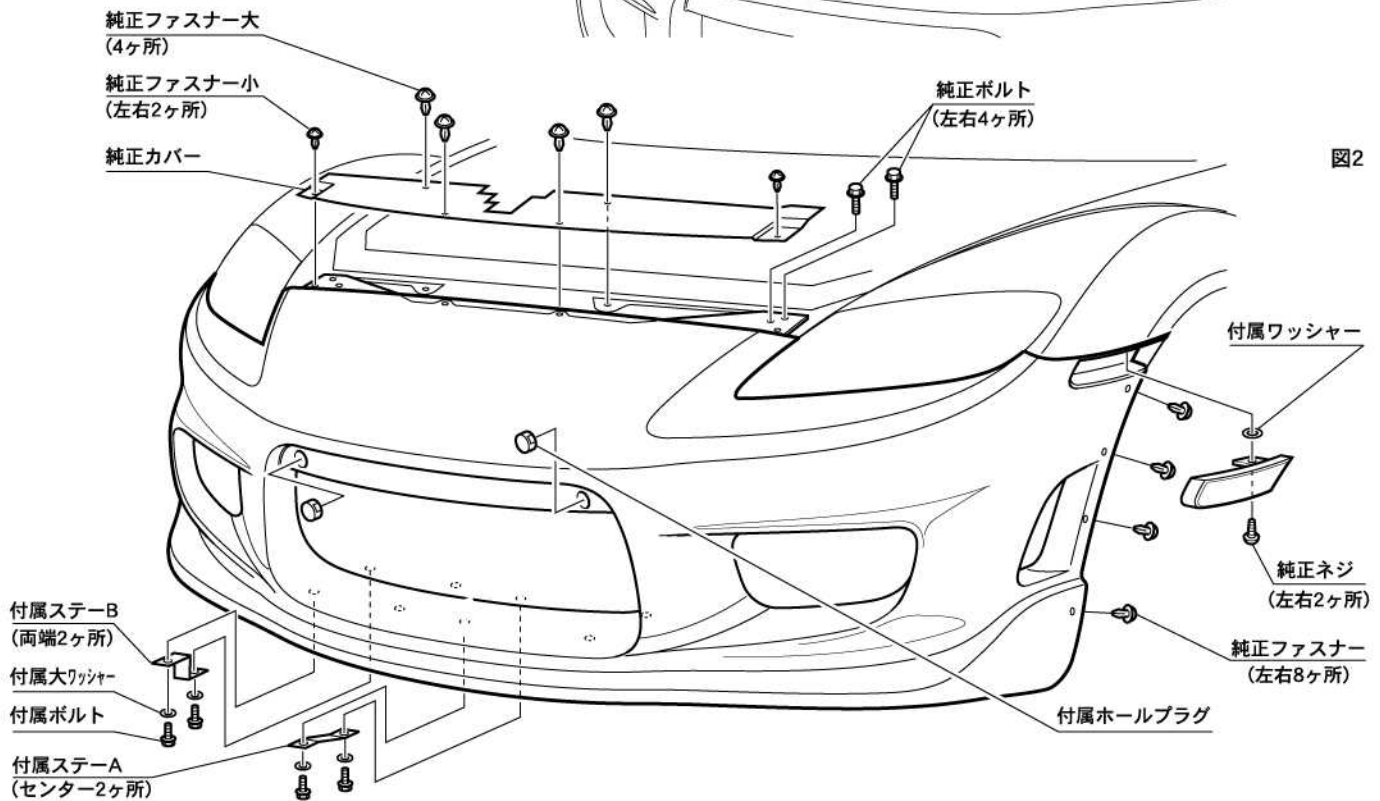

図2
2. 図2を参照し、すべて純正ボルト類を使用してフロントバンパースポイラーを車輛に仮固定してください。